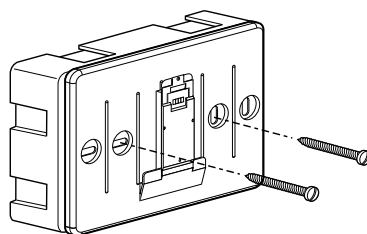

fig. 2
- de basis van het apparaat bevestigen aan de kast op de wand, met behulp van de in de kit geleverde schroeven (fig.2),